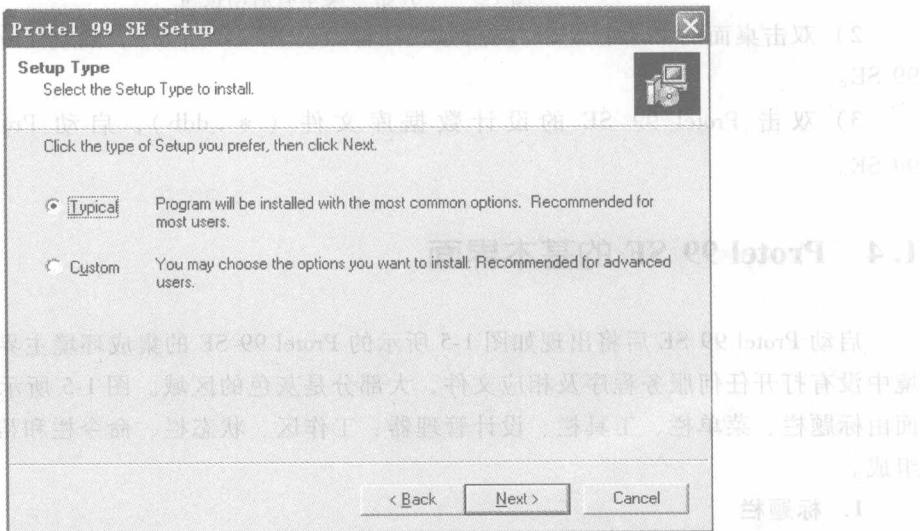

图 1-2 选择安装方式对话框
2) 填入相关信息后, 单击 **Next >** 按钮, 出现如图 1-2 所示的选择安装方式对话框。“Typical”为典型安装(系统默认方式), “Custom”为用户自定义安装。全部使用默认的设置, 并单击 **Next >** 按钮, 直到单击 **Finish** (完成) 按钮完成基本软件的安装。